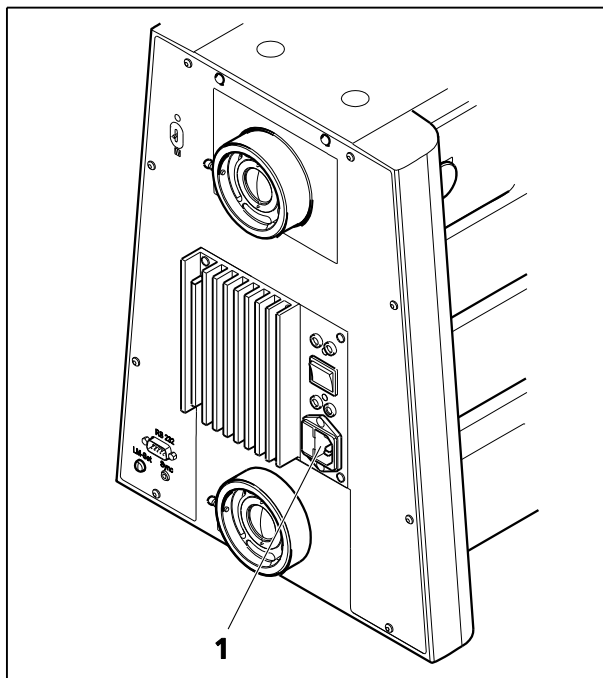

Fig. 41 Vue globale de l'Axio Imager 2 - codé
- Brancher d'abord le câble d'alimentation à la prise (Fig. 41/1) du microscope, puis à une prise électrique. Le microscope peut être connecté à une tension de secteur de 100 V à 127 V ou 200 VCA à 240 VCA, 50 Hz à 60 Hz. L'unité d'alimentation électrique s'adapte **automatiquement** à la tension de secteur disponible.